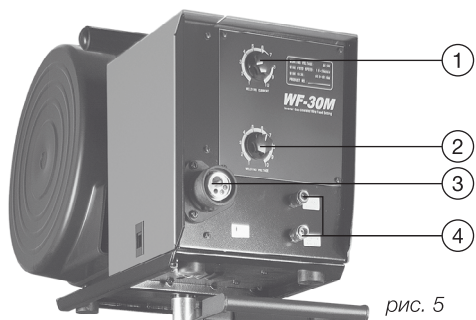
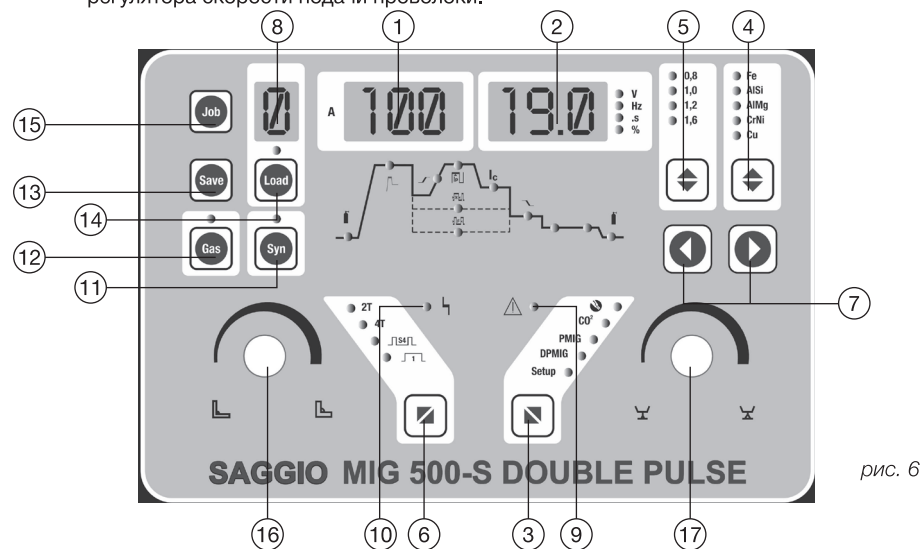

рис. 5
рис. 6
1. Для начала нажмите клавишу №3 (рис.6) для выбора вида сварочного процесса "CO₂".
- Нажмите клавишу №11 (рис.6) «SYN»
- Основным регулятором скорости подачи (расположен на механизме подачи рис. 5) необходимо выставить значение на цифровом дисплее №1 (рис. 6) 100А.
- Основным регулятором сварочного напряжения (расположен на механизме подачи рис. 5) необходимо выставить значение на цифровом дисплее №2 (рис. 6) 19V, как представлено на рисунке ниже.
3. Выберите диаметр сварочной проволоки с помощью клавиши №5 (рис.6): 0,8/1,0/1,2/1,6
4. Выберите режим управления процессом, нажав клавишу №6 (рис.6): 2T, 4T.
5. Далее настраиваем параметры циклограммы с помощью клавишей №7 и регулятора №17 (рис. 6): индуктивность, предварительная и заключительная продувка газа, напряжение и время растяжки дуги.
- При выборе режима 4T активируются параметры: Ток "заварки кратера" и напряжение "заварки кратера", которые настраиваются с помощью регуляторов №16 и №17 (рис. 6).
6. Отрегулируйте расход газа с помощью клавиши №12 (рис.6), предварительно подсоединив газовый шланг аппарата с регулятором давления газового баллона.
1. Нажмите клавишу №3 (рис. 6) для выбора вида сварочного процесса "PMIG".
3. Выберите тип материала с помощью клавиши №4 (рис. 6): углеродистая сталь(Fe), алюминий-кремниевый сплав (AlSi), алюминий-магний сплав (AlMg), нержавеющая сталь (CrNi), медный сплав (CuSi₃).
4. Затем выберите диаметр сварочной проволоки, нажав клавишу №5 (рис. 6): 0,8/1,0/1,2/1,6
5. Выберите режим управления процессом, нажав клавишу №6 (рис. 6): 2T, 4T, Special 4T
6. Далее настраиваем параметры циклограммы с помощью клавишей №7 и регулятора №17 (рис. 6): индуктивность, предварительная и заключительная продувка газа, напряжение и время растяжки дуги.
- При выборе режима 4T активируются следующие параметры: Ток "заварки кратера" и напряжение "заварки кратера", которые настраиваются с помощью регуляторов №16 и №17 (рис. 6).
- При выборе режима Special 4T активируются параметры: ток и напряжение "Hot start", ток и напряжение "заварки кратера", которые настраиваются также с помощью регуляторов №16 и №17 (рис. 6).
7. Отрегулируйте расход газа с помощью клавиши №12 (рис.6), предварительно подсоединив газовый шланг аппарата с регулятором давления газового баллона.
1. Нажмите клавишу №3 (рис. 6) для выбора вида сварочного процесса "DPMIG".
6. Далее настраиваем параметры циклограммы с помощью клавишей №7 и регулятора №16 и №17 (рис. 6): индуктивность, предварительная и заключительная продувка газа, ток, частота и время второго импульса, напряжение и время растяжки дуги.
1. Нажмите клавишу "Job" №15 (рис. 6) и выберите номер ячейки для сохранения настроенного процесса сварки, повторными нажатиями на клавишу.
2. Далее нажмите клавишу "Save" №13 (рис. 6).
- Нажмите клавишу "Load" №14 (рис. 6).